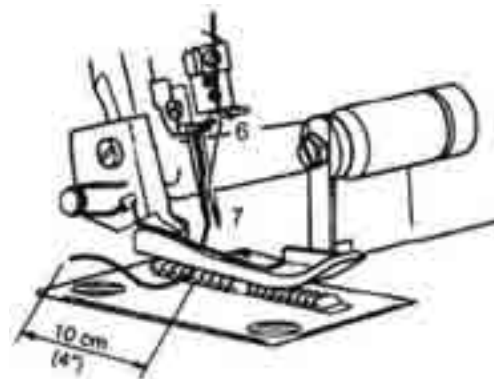

Fig. 33
5. Ghidați firul prin acul stâng (7) (fig. 33).
6. Așezați firul spre spate sub piciorușul presor ❶.